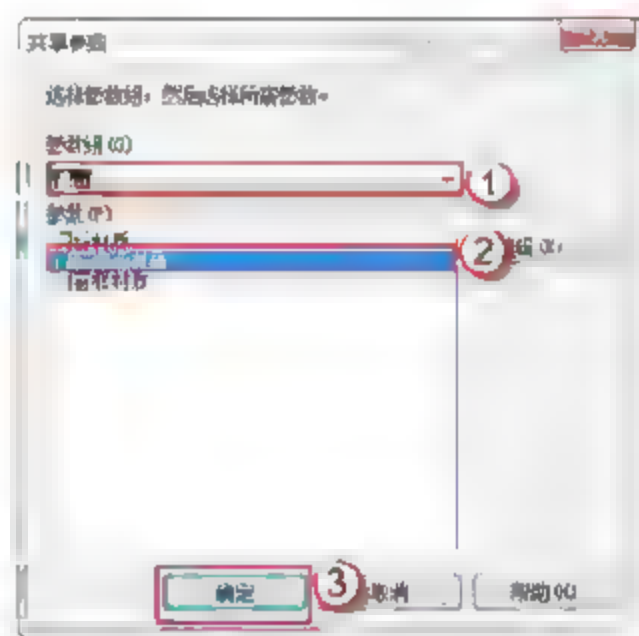

图 6.3.64 编辑 MC2934 窗户玻璃材质
(22) 添加 MC2934 窗户玻璃材质。选择 MC2934 窗户玻璃，在 MC2934 窗户玻璃的“属性”面板中，单击“材质和装饰”栏“材质”右侧的空白按钮，弹出“关联族参数”对话框。单击“添加参数 (D)”按钮，弹出“参数属性”对话框，选择“共享参数”单选按钮，单击“确定”按钮，弹出“共享参数”对话框，在“参数组 (G)”中选择“门窗”选项，在“参数 (P)”中选择“门窗玻璃材质”选项，单击“确定”按钮，如图 6.3.64 所示。